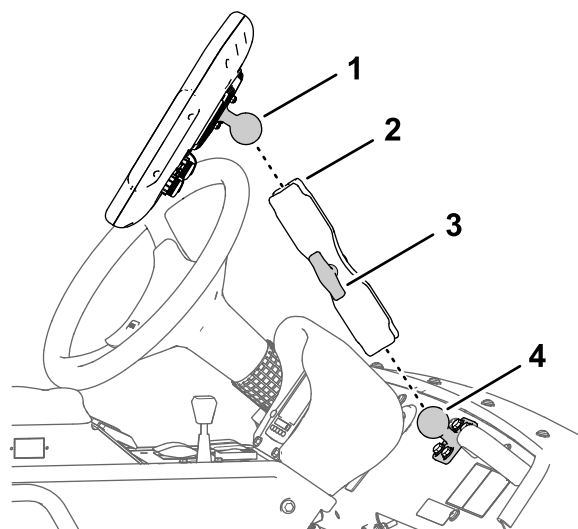

図 131
3. モニターアームのノブをゆるめて、モニタ裏側のフィッティング用のボールピボットとダッシュボード側のボールピボットの両方をモニターアームのソケットに入れる (図 131)。
4. 運転席左側座席に座り、モニタが見やすいようにモニタの位置と向きを調整する (図 131)。
5. モニタアームのノブを手で締めつける 図 131。